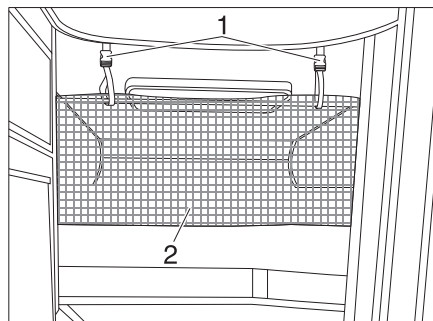

Bild 147 Skyddsnet
Skyddsnetet (Bild 147,2) är standard. Det ligger mellan madrassen och ribbotten. Skyddsnetet ska först monteras när personen som ska sova där befinner sig i sängen.
- Haka fast fästbanden (Bild 147,1) i hållarna i taket.